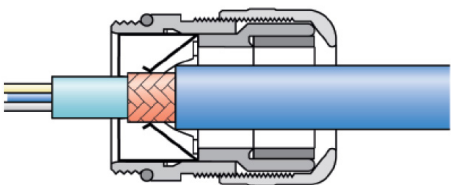

Abbildung 31: Kabeleinführung
- 3. Die Kabeleinführung sollte wie in *Abbildung 31* gezeigt erfolgen.